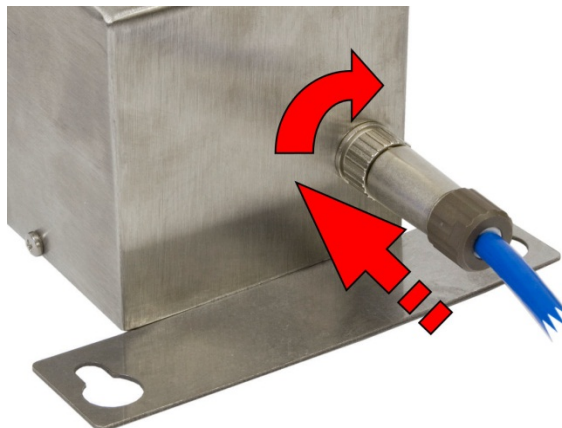

Figura 3-6: Conexão da bateria
slot no conector de bateria e pressionando para dentro enquanto gira um quarto de volta em sentido horário. Consulte a Figura 3-6 para a localização do conector.
- A Figura 3-6 mostra a conexão para a bateria 64050625. O modelo 30538111 é semelhante.